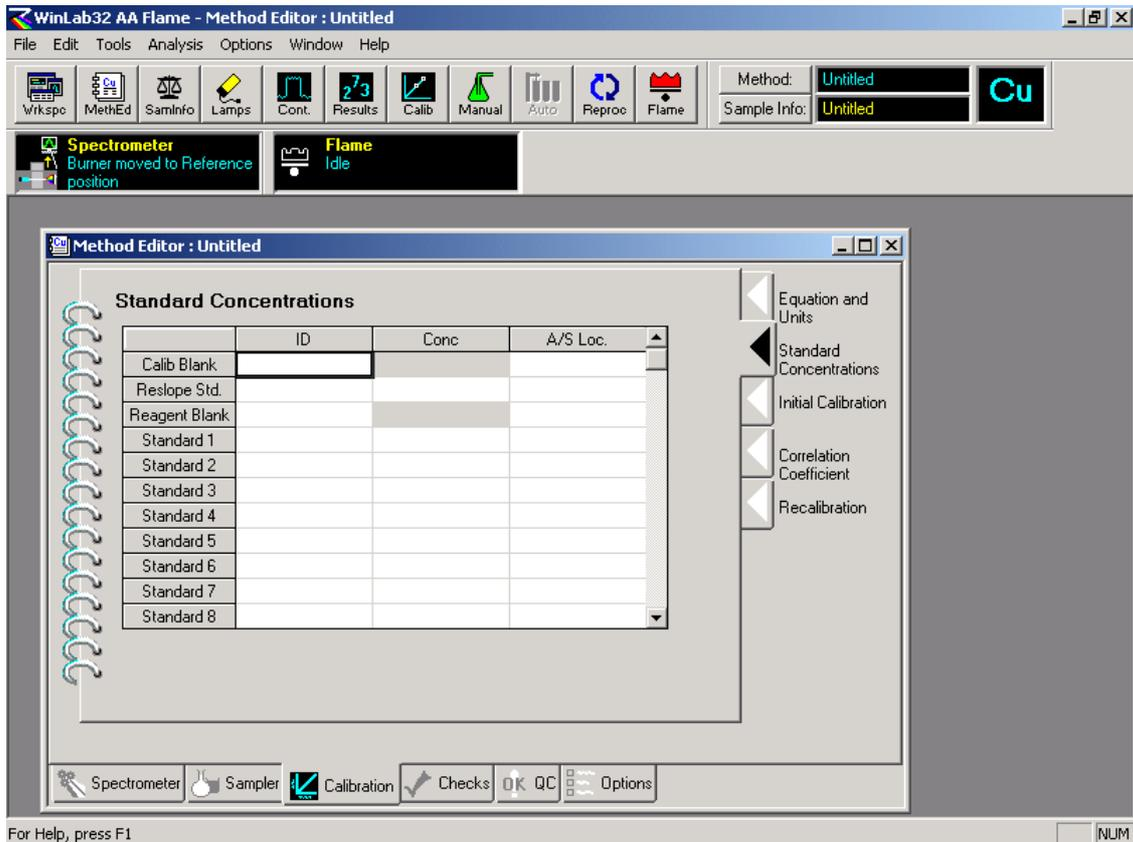

图 11.工作标准浓度输入页面
1.2.8 在“公式和单位”的分页面上选择合适的方程, 测定结果表示的小数点后最大位数和最多有效数字. 样品单位和校准单位可以相同, 都使用重量/体积单位或重量/重量单位; 也可以两个单位不一样. 当校准单位用重量/体积单位, 而样品单位用重量/重量单位时, 则需在测定时使用样品信息文件“Sample information”. 此后可进入到标准溶液浓度及标准溶液杯在自动进样器上的位置. 画面如图 11: